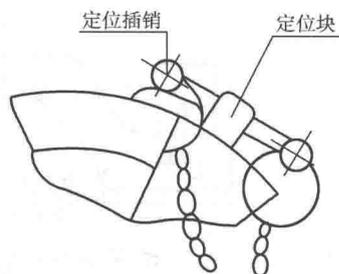

图 1-9 定位应用示意图
**4. 后针板移位** 在机架座左下有两个定位插销（图 1-9），左手压下凸轮手柄，当听到“哒”的声音时，后针板左移了一个针距，左手上提凸轮手柄，同样“哒”的一声，后针板